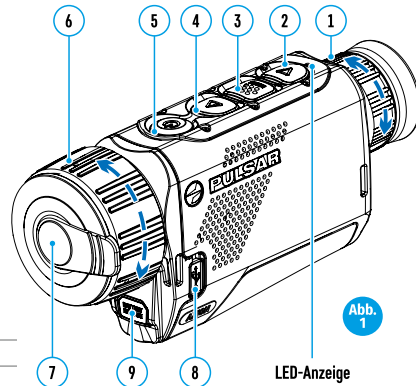

Abb. 1
• Schließen Sie die externe Stromversorgung an den USB-Anschluss (8) des Geräts an (Abb. 1)